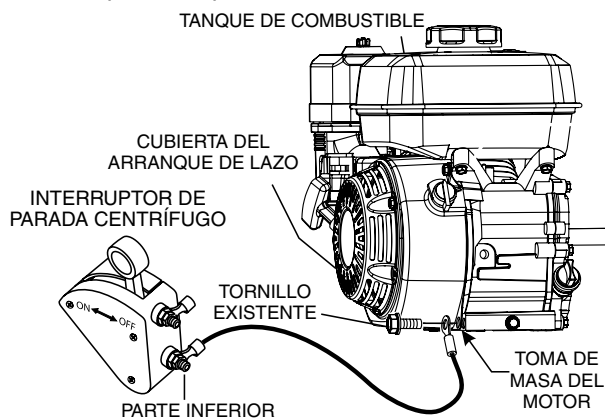

Figura 11. Cable inferior de conexión del interruptor de parada de seguridad
Algunos interruptores de parada de emergencia están equipados con 2 cables. Si la unidad tiene dos cables, conecte el cable **NEGRO** inferior (Figura 11) directamente a la toma de tierra del motor.
2. Retire el tornillo de fijación inferior existente de la cubierta del arranque de lazo (Figura 11) y conecte el cable **inferior** desde el interruptor de parada centrífugo hasta este punto de puesta a tierra del motor.